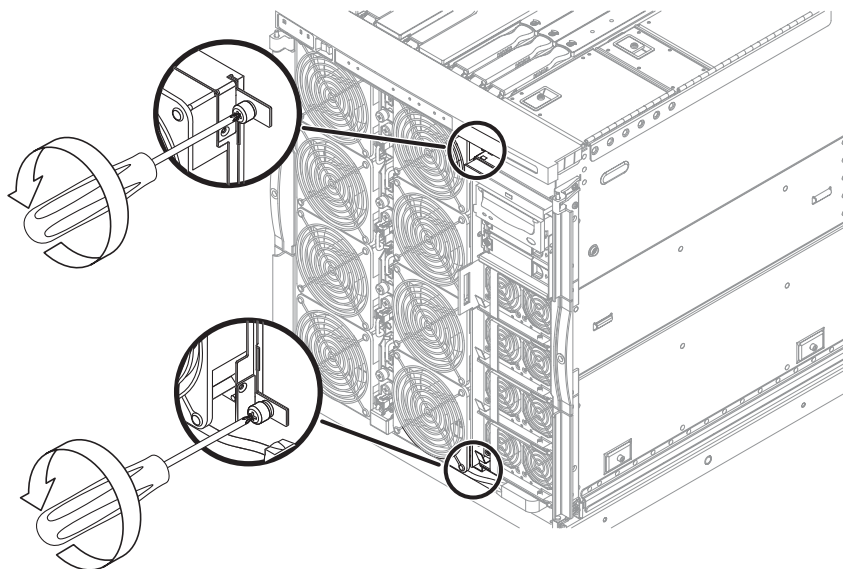

図 6-6 ファントレーの脱落防止機構付きねじの緩め方
7. 次の順序で、ファントレーの2本の脱落防止機構付きねじを緩めます(図 6-6)。
5. 2 本の脱落防止機構付きねじを締めます。脱落防止機構付きねじは、右側の上下に 1 本ずつあります (図 6-6)。